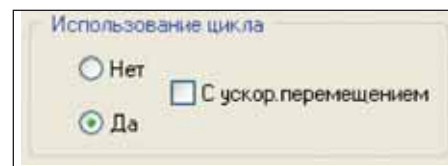

Рис. 20
**Ответ:** "Да, можно. Для этого необходимо активировать в токарном переходе опцию *Использование цикла* (рис. 20). Для описания токарных циклов в постпроцессоре используются процедуры @turning, @turn\_proc и @turn\_endproc.